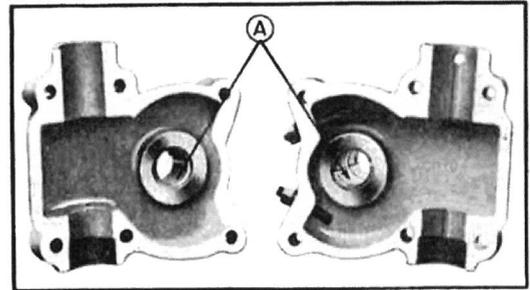

Fig. 223. — Boîtier de direction.
2—Chasser les bagues (A) des demi-boîtiers et les remplacer par des bagues neuves (fig. 223).